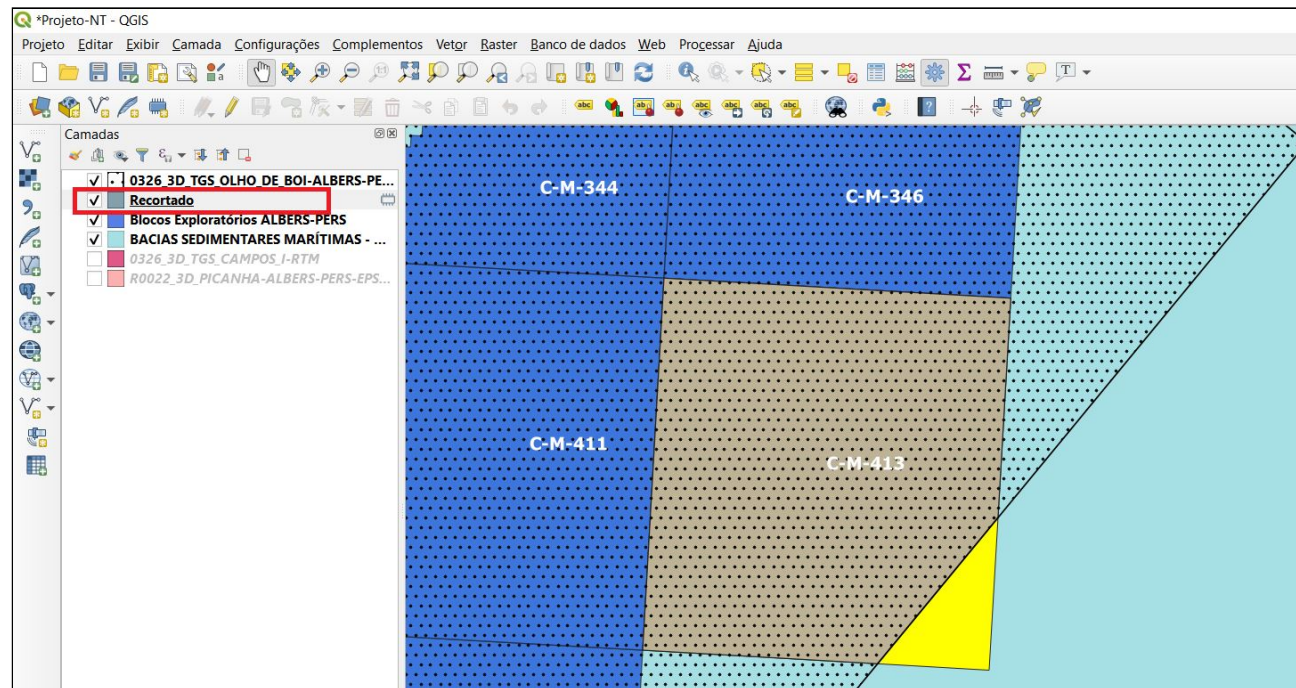

Figura 19 - Camada da feição poligonal recortada em marron - Fonte: ANP
f) Clique em > **Executar** e em seguida > **Close**; Em camadas aparecerá uma feição poligonal nomeada **Recortado** (Figura 19). A feição Recortado é uma camada temporária e para que ela continue no projeto basta seguir os passos dos item 2.2.2.1 de III a VIII, considerando que a exportação da camada deve ser realizada na projeção do projeto.